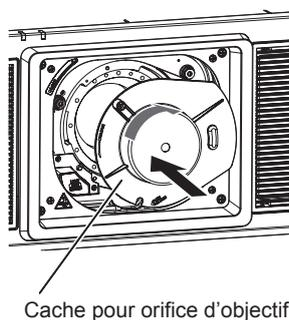
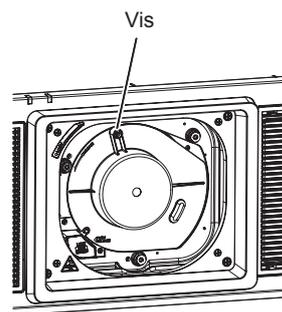

Fig. 2
Fig. 3
3) Fixez le cache pour orifice d'objectif fourni. (Fig. 2)
- Insérez le cache pour orifice d'objectif en alignant son repère (O) sur le repère du projecteur (O à gauche de LOCK), puis tournez dans le sens horaire jusqu'au déclic.
4) Fixez le cache pour orifice d'objectif. (Fig. 3)